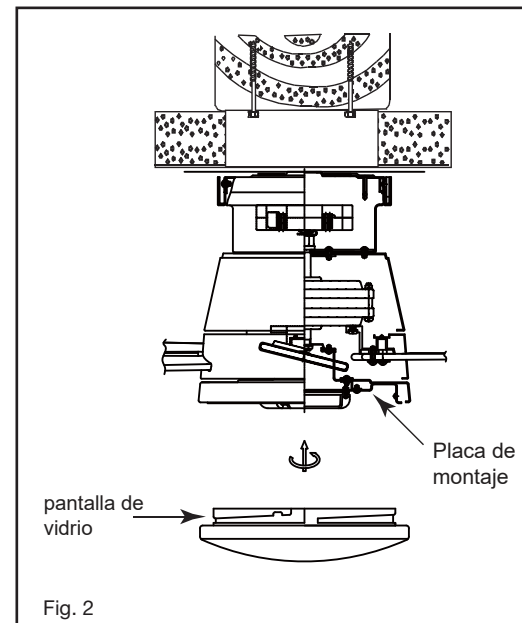

Fig. 2
- 2 Mientras sostiene el conjunto de LED debajo de su ventilador, realice las conexiones del enchufe polarizado: (Fig. 2)